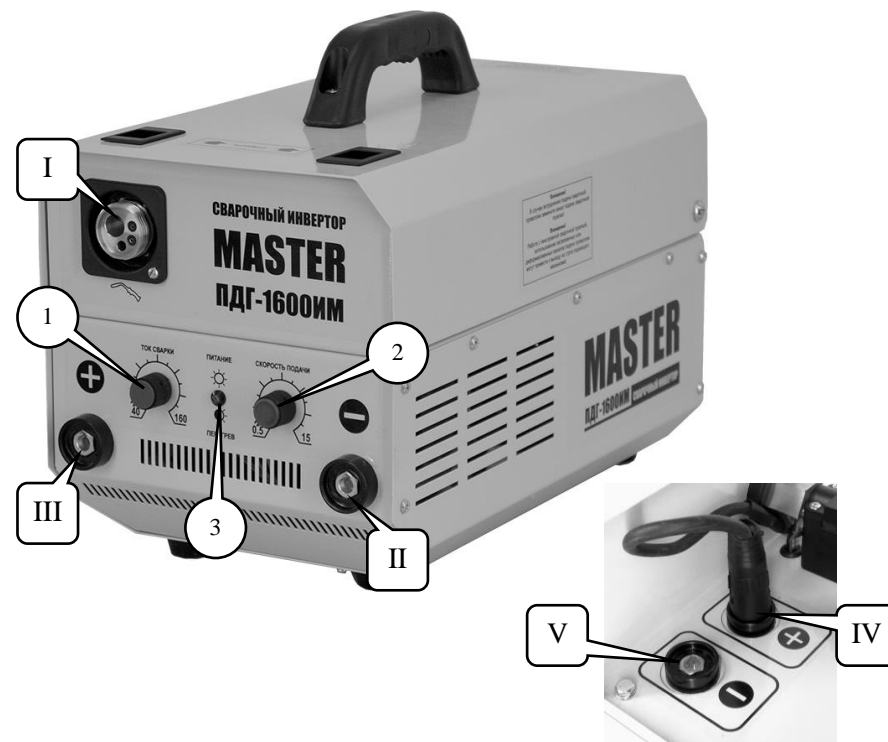

Рис. 1. Расположение органов управления и индикации.
- Подключить сварочную горелку к евроадаптеру I (Рис. 1) сварочного аппарата.
- Подключить сварочную горелку к евroadаптеру I (Рис. 1) сварочного аппарата.